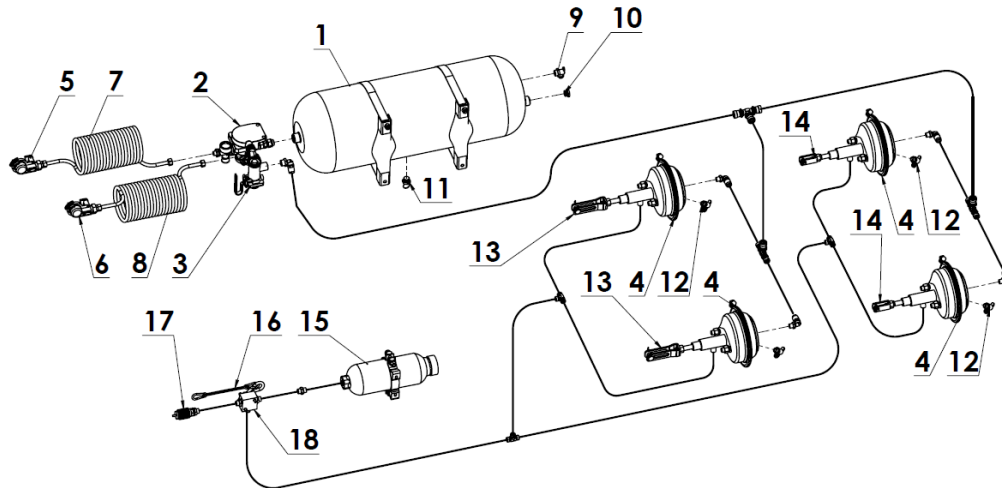

Рисунок 10-й Пневмогидравлическая тормозная система:
- пневмогидравлическая тормозная система (рисунок 10).